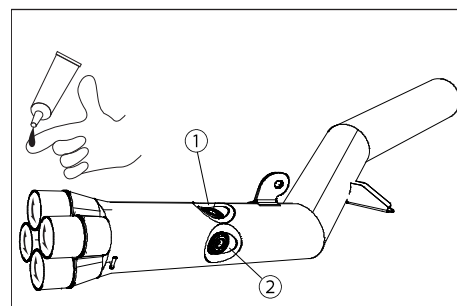

図.4
- ③ 図.4を参考にテールパイプ差込部の内側に付属品のシールボンド ME30(構成部品 12番)を薄く塗布します。
- ④ 図.4を参考に O2センサーを取り付けます。図.4の①に車体右側の O2センサーを、②に車体左側の O2センサーを取り付けて下さい。